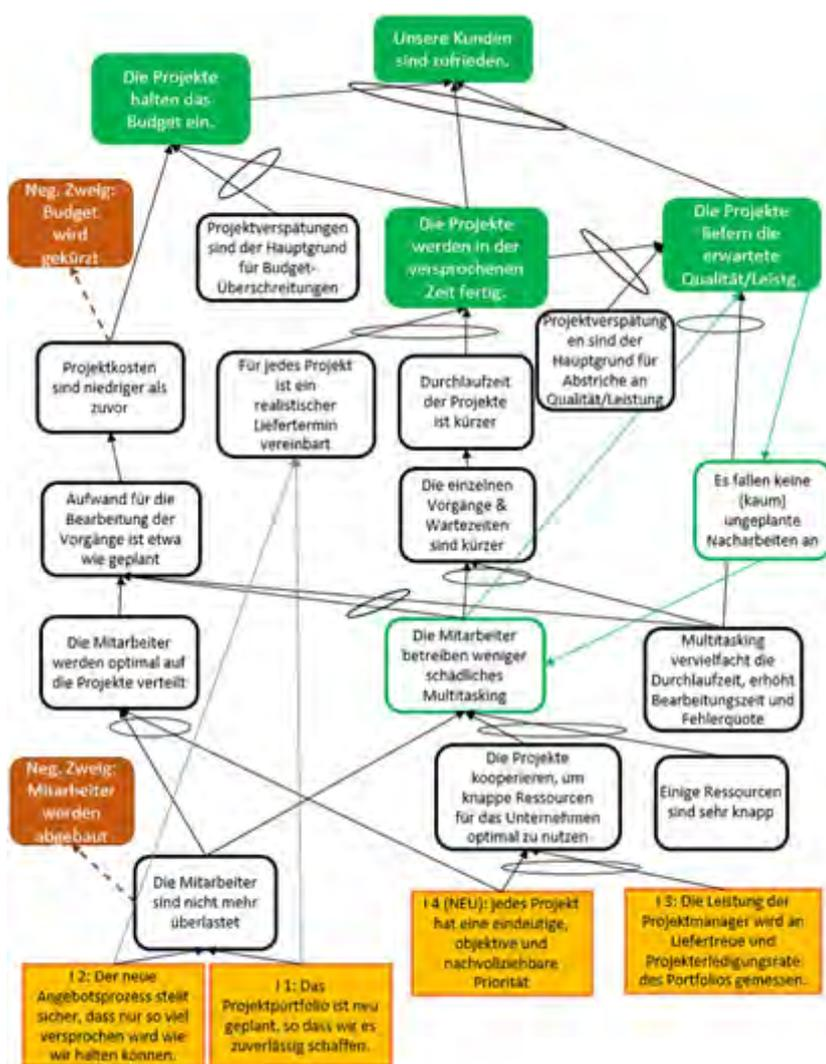

Bild 9: Zukunftsbaum mit Verweisen auf getrennte negative Zweige
- Fügen Sie nun die neue Injektion aus dem negativen Zweig und den Zukunftsbaum ein und verknüpfen Sie diese logisch mit dem Baum. Aus Platzgründen ergibt es meist Sinn, in den Zukunftsbaum nur das unbedingt Notwendige zu übernehmen und auf den gesamten positiven und negativen Zweig lediglich zu verweisen (siehe Bild 9).